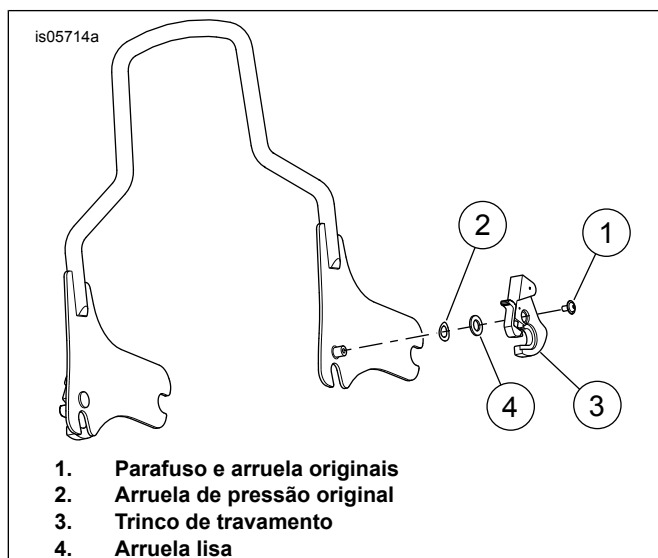
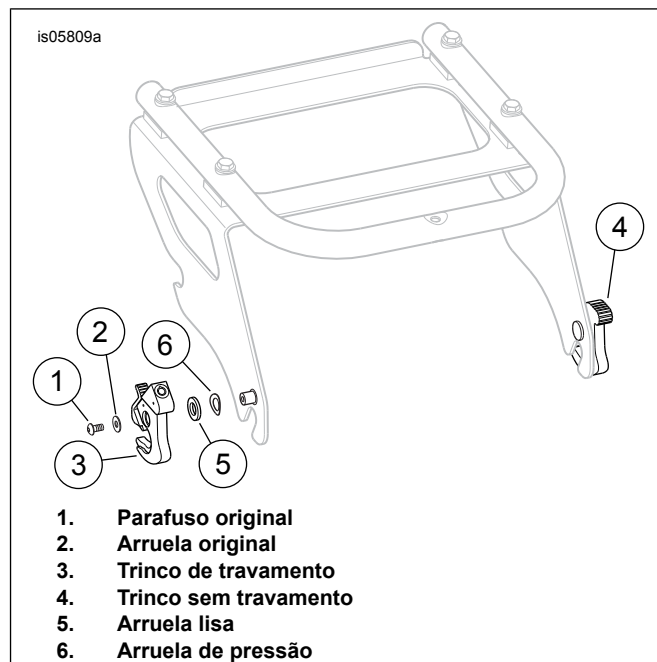

Figura 3. Instalação externa direita
Figura 4. Instalação externa esquerda
Kit de suporte de bagageiro com passageiro	Ver Figura 4, Instalação interna esquerda, OU Figura 3, Instalação externa direita
Suporte do Tour-Pak com passageiro	Ver Figura 3, Instalação externa direita
Kit de suporte de bagageiro sem passageiro	Ver Figura 3, Instalação externa direita
2. Veja Figura 3. Instale a arruela de pressão original (2) no cubo de montagem.
1. Veja Figura 4. Remova o trinco sem travamento esquerdo e descarte-o.
2. Instale a arruela lisa (5) do kit sobre a arruela de pressão no cubo de montagem esquerdo.
3. Instale o trinco de travamento (3) no cubo de montagem esquerdo com o relevo **de costas** para a placa lateral.
4. Instale o parafuso (1) e a arruela (2) originais.